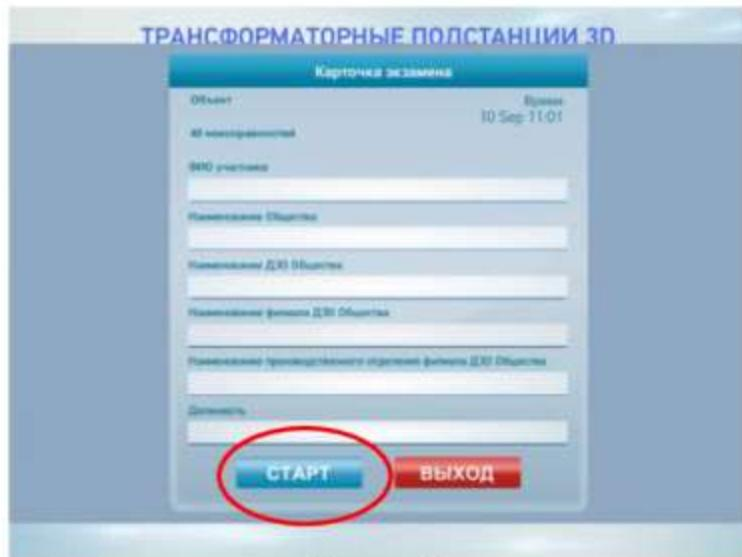

Рисунок 3
2.3. В результате выполнения предыдущего действия откроется «Карточка экзаменатора» (рисунок 3).